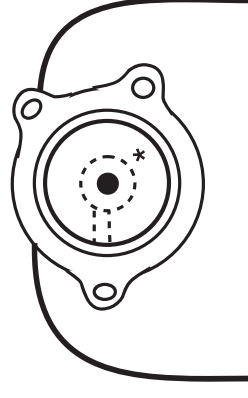

Fig. 3
- Nu stikkes den ene klinge af en spids saks eller lignende gennem hullet i ventilen, svarende til hele hullet i ventilen (vist som sort prik i fig. 3) – herefter kan tarmluften nemt og hurtigt lukkes ud af posen ved behov.